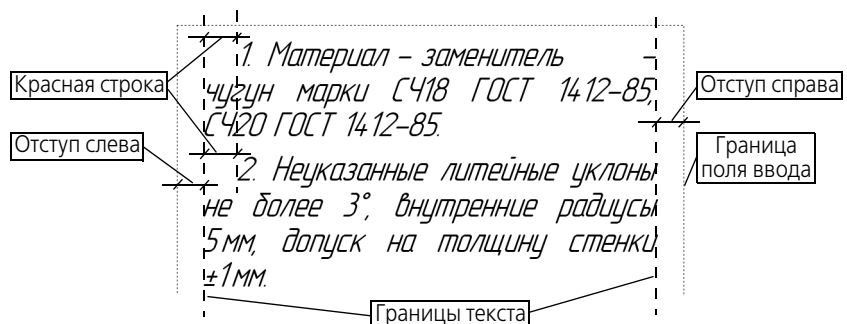

Рис. 62.5. Расположение текста на странице
Красная строка	Отступ первой строки абзаца. Это расстояние измеряется от границы текста (см. рис. 62.5). При создании нового абзаца курсор автоматически устанавливается в позицию с заданным отступом.
Отступ слева Отступ справа	Расстояния между левой и правой границами поля ввода и соответствующими границами текста (см. рис. 62.5).
* Положение начала первой строки абзаца задается значением красной строки (см. рис. 62.5).